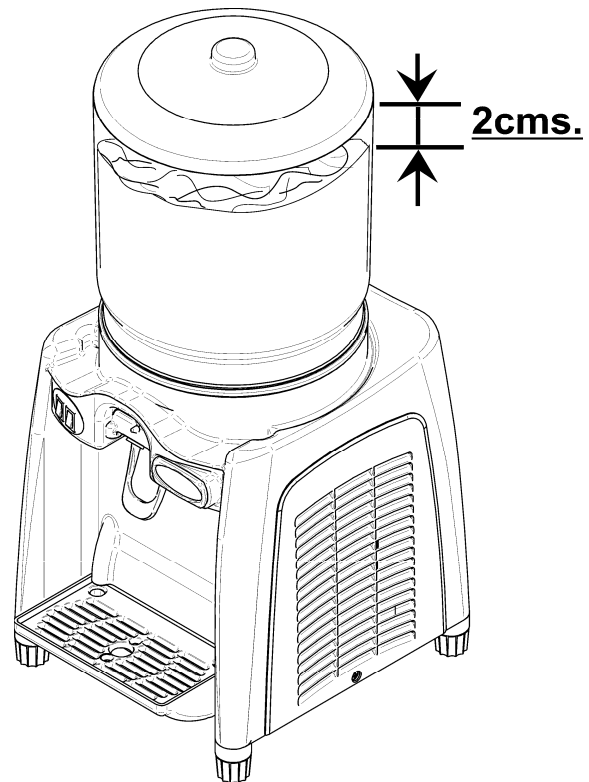

Abbildung 3
3. Den Behälter bis zu 2-3 cm unter dem Rand füllen und anschließend den Deckel aufsetzen. Beim Füllen des Behälters darf der markierte Höchststand nicht überschritten werden, um das Überlaufen der Flüssigkeit beim Ingangsetzen der Rührflügel zu vermeiden (siehe Abb. 3).
4. Überprüfen Sie vor dem Anschluß des Geräts an das Stromnetz anhand des an der Rückseite befindlichen Typenschildes, daß Spannung (V) und Frequenz (Hz) des Geräts mit denen des Netzes übereinstimmen. Benutzen Sie einen den geltenden Bestimmungen entsprechenden geerdeten Stromanschluß. Sollte der Stromanschluß nicht geerdet sein, so ziehen Sie einen Elektriker zu Rate. Sind die erwähnten Voraussetzungen erfüllt, so können Sie das Gerät an das Stromnetz anschließen.